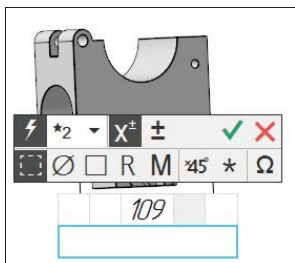

Рис. 28.2. Панели для изменения размеров
- ◆ если необходимо изменить числовое значение, дважды щелкните ЛК мыши по размеру в окне модели. Появилась панель установки значения размера как при вводе размера в чертеже (рис. 28.2). С помощью элементов управления этого окна введите необходимые изменения и нажмите кнопку **ОК**;